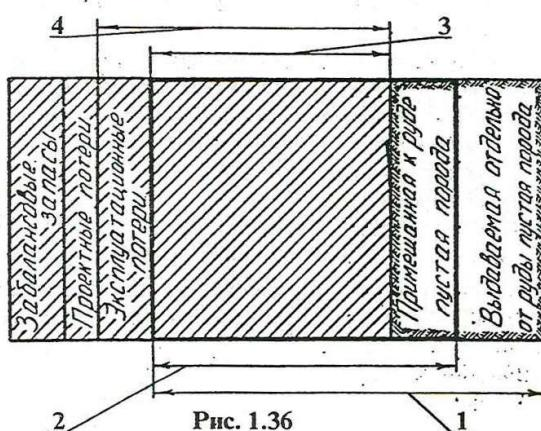

Рис. 1.36
38. На рис. 1.36 схематично показаны различные категории запасов месторождения. Укажите участок, объединенный под наименованием "эксплуатационные запасы".